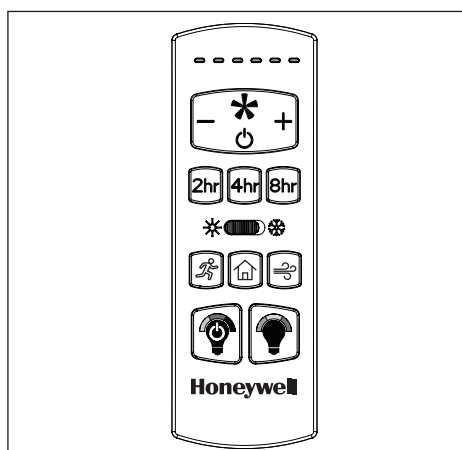

Figura 6.2
2. Para controlar el ventilador con el control remoto, presione y suelte los siguientes botones (Figura 6.2):